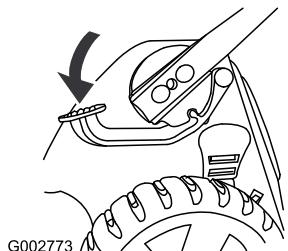

Рисунок 55
1. Нажмите на педаль и удерживайте ее в нажатом положении (Рисунок 55).